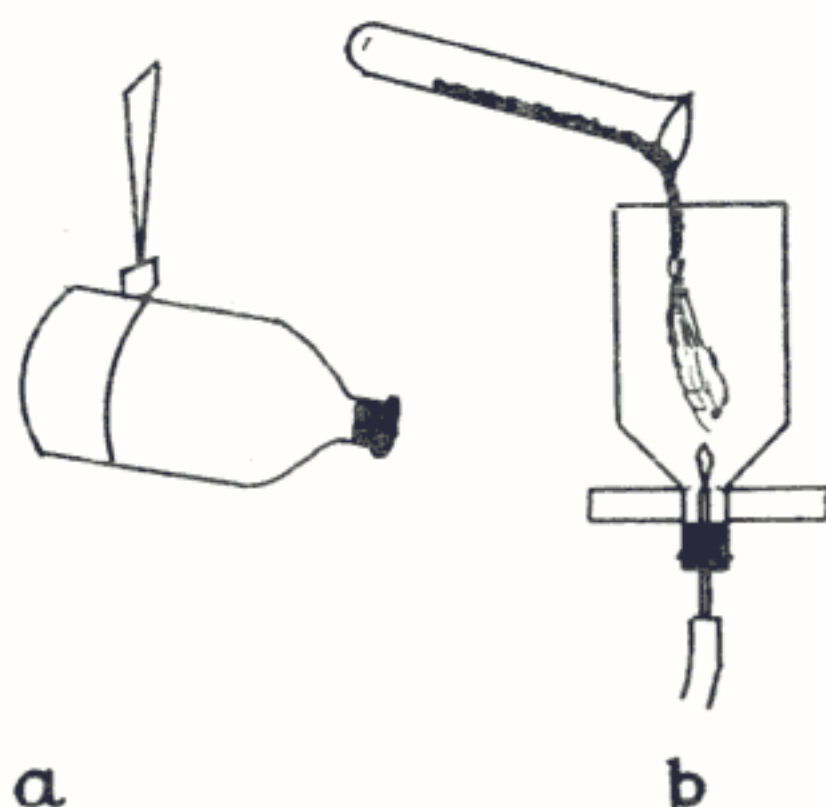

Fig. 24 — a) Tăierea sticlei; b) vas de scurgere.
Mai întâi tăiați fundul sticlei (fig. 24 a), la înălțimea de 4—5 cm, folosind un tăietor cu diamant. Pentru a menține o linie dreaptă înfășurați partea inferioară a sticlei cu o bandă de hîrtie (puteți face apel și la serviciile unui atelier de tăiat geamuri). Apoi șlefuiți marginile tăiate ale celor două piese obținute fie pilindu-le ușor cu o pilă obișnuită pentru ajustat metale (locul pilit îl veți unge des cu un tampon de vată înmuiat în petrol), fie cu piatră ponce. Alt procedeu constă în a încălzi marginile tăiate (treptat și rotind) în flacăra puternică a unui bec de aragaz; căldura va topi puțin sticla de-a lungul tăieturii, făcînd-o netedă.
- *vas de scurgere* (fig. 24 b) către o găleată din material plastic aflată sub masa de lucru (folosită în lipsa unei chiuvete);